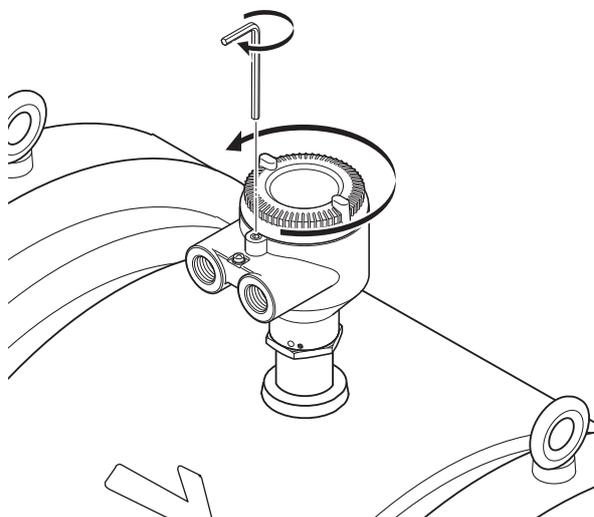

Рисунок 4.1.7 Снятие крышки клеммной коробки
- При открытии крышки клеммной коробки используйте шестигранный гаечный ключ (номинальный размер 3 мм). Работа со стопорным винтом показана на рис. 4.1.7.